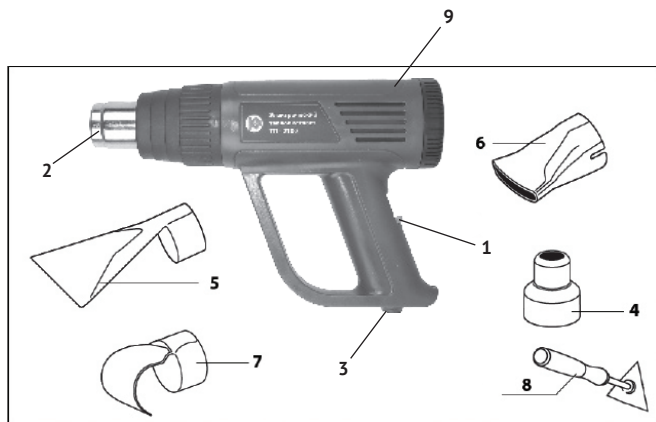

рис. 1
1.6 Общий вид тепловистолета представлен на рис.1
1.7 Коллекторный двигатель постоянного тока и спираль нагрева тепловистолета расположены в пластиковом корпусе (рис.1 поз.9). Корпус, состоящий из двух половин (правой и левой), выполнен заодно с рукояткой. Крутящий момент с якоря электродвигателя, передаётся на крыльчатку, которая обеспечивает движение воздушного потока от вентиляционных отверстий в задней части корпуса к выходному патрубку (рис.1 поз.2). Намотанная на теплоизоляционный каркас спираль, нагревает проходящий воздух до установленной температуры.
1.8 Клавиша переключателя (рис.1 поз.1) расположена на задней части рукоятки. Она имеет 4-и фиксированных положения: «0» - выключено, «1» - первый режим, «2» - второй режим и «3» - третий режим.
- для снятия размягчённых слоёв, используйте треугольный скребок, закрепив его между двумя гайками на рукоятке (рис.1 поз.8);
- при работе используйте насадку с отражателем (рис.1 поз.5), для защиты стекла от горячего воздушного потока;
- для разогрева используйте плоскую насадку (рис.1 поз.6);
- используйте насадку для труб (рис.1 поз.7) или сужающуюся (рис.1 поз.4);
- используйте насадку для труб (рис.1 поз.7);